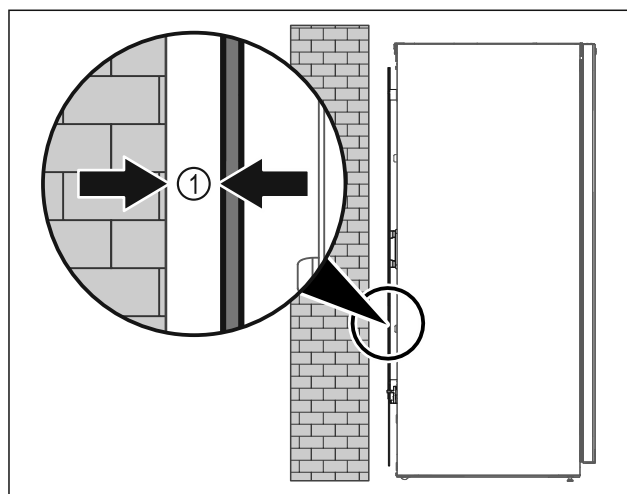

Fig. 7
- Apparaat ofwel vrij in de ruimte of direct tegen een wand met een minimumafstand van 5 mm Fig. 7 (1) opstellen.